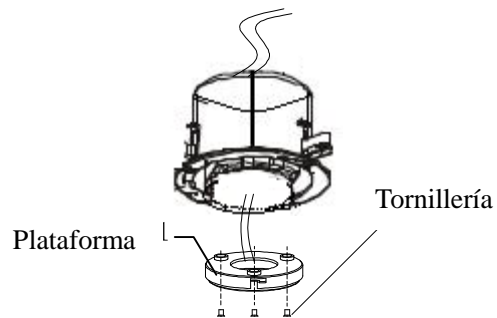

Figura 34
- 4) Fije la cúpula del domo con los accesorios de empotrar (Figura 34)